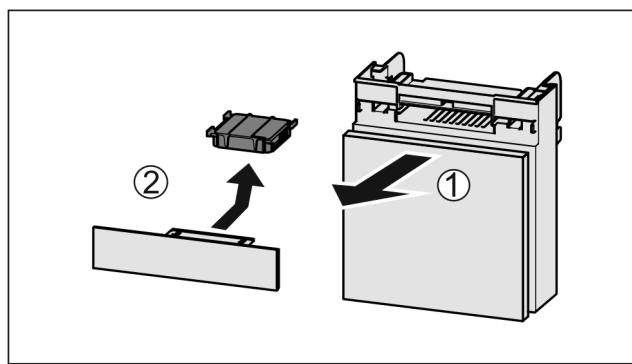

Fig. 128
- Вытянуть *Fig. 128 (1)* отделение движением вперед.
- Извлечь *Fig. 128 (2)* фильтра с активированным углем.